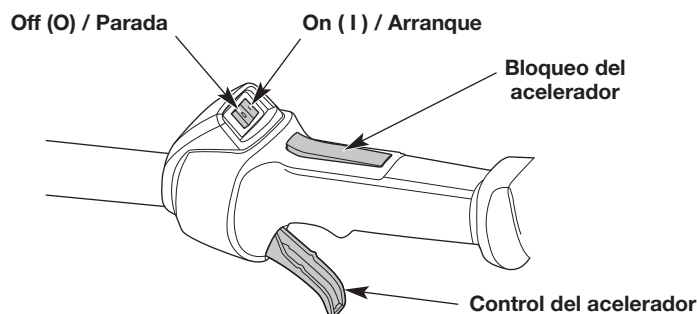

Fig. 8
NOTA: No es necesario encender la unidad. El interruptor de encendido/apagado está en la posición ON (I) (encendido) en todo momento (Fig. 8).
5. Oprima y mantenga apretado el bloqueo del acelerador (Fig. 8). Apriete y mantenga oprimido el control del acelerador (Fig. 8).
2. Oprima y mantenga apretado el interruptor de encendido/apagado en la posición OFF (O) (apagado) hasta que el motor se pare por completo (Fig. 8).
NOTA: No es necesario encender la unidad. El interruptor de encendido/apagado está en la posición ON (1) (encendido) en todo momento (Fig. 8).
6. Oprima y mantenga apretado el bloqueo del acelerador (Fig. 8). Apriete y mantenga oprimido el control del acelerador (Fig. 8).